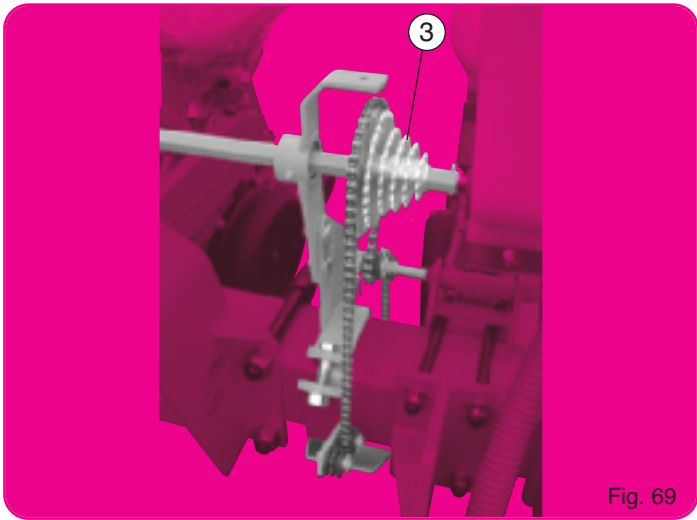

Fig. 69
**L'entraînement se monte normalement au centre de la machine au plus près de la boîte de distances (fig. 69).**
As shown on the opposite page, for exact placement see also pages 10 + 11 for each planter version. The drive is normally mounted in the center of the machine as close as possible to the left side of the gearbox (fig. 69).
La caja de mando de transmisión se monta habitualmente en el centro de la máquina lo más cerca de la caja de distancias de la sembradora (fig. 69).
La trasmissione si monta normalmente al centro della macchina, i più vicino possibile al cambio delle distanze (fig. 69).